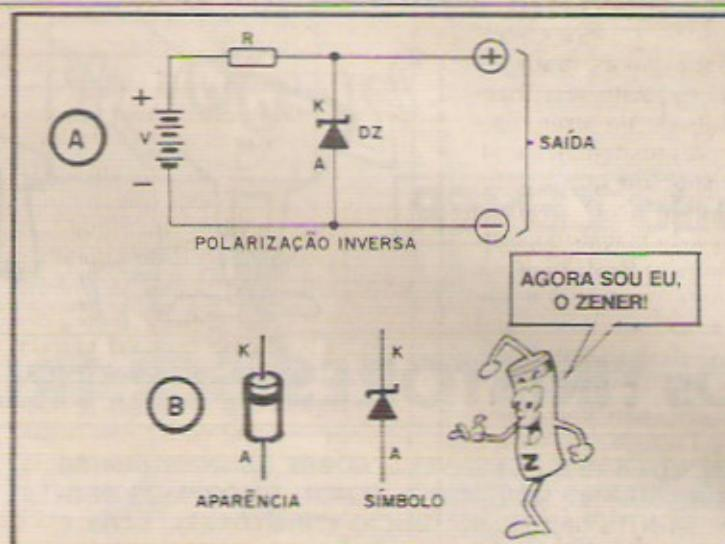

Fig. 2
- FIG. 2-A - Um DIODO ZENER (DZ), diferente dos DIODOS COMUNS, é industrialmente feito com a "intenção" de não queimar-se ou romper-se, quando submetido a tensões inversas além do seu natural limite... Quando isso ocorre, o ZENER simplesmente passa a atuar como um "livre condutor"! Isso quer dizer que, enquanto a Tensão V for menor do que o referencial de Tensão do diodo DZ, este se opõe, "firmemente", à passagem de qualquer corrente... Já quando a Tensão V se iguala ou ultrapassa a Tensão referencial do DZ, este se comporta como um "interruptor fechado", permitindo o trânsito praticamente livre da corrente! O mais importante e interessante, é que com toda facilidade, podem ser produzidos DIODOS ZENER com os mais diversos referenciais de Tensão (TENSÃO ZENER)! Por exemplo: existem DIODOS ZENER cuja "barreira" é vencida aos 3,3V, ou aos 6,2V, ou aos 12,0V, e assim por diante, em ampla gama de valores (detalhes mais à frente, e na Seção AR-
QUIVO TÉCNICO da presente ABC...). Com essas especiais características, o DIODO ZENER se presta a uma importante função: ABAIXAR e REGULAR Tensões! Isso quer dizer que, na configuração circuitual básica mostrada na Fig. 2-A, praticamente qualquer que seja o valor da Tensão de Entrada "V", a de Saída será sempre igual ao referencial do Zener DZ! O Resistor R (cujo cálculo detalharemos mais adiante...) exerce a função de limitar a Corrente através de DZ, já que, se ultrapassados certos limites naturais, este afinal se "queimar" (NÃO porque submetido a Tensão Inversa, mas SIM porque submetido a excessiva Corrente...).
- FIG. 2-B - Conforme fazemos com todas as peças abordadas aqui no ABC, afinal os importantes "códigos visuais":